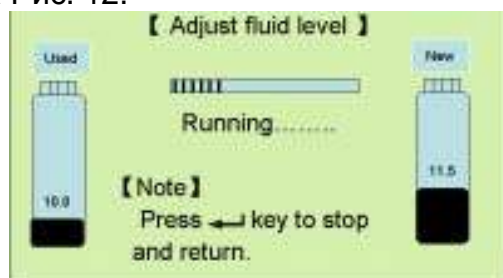

Рис. 12
2) Войдите в интерфейс «Run». Установка CAT401 начнет долив трансмиссионной жидкости как показано на Рис. 12.